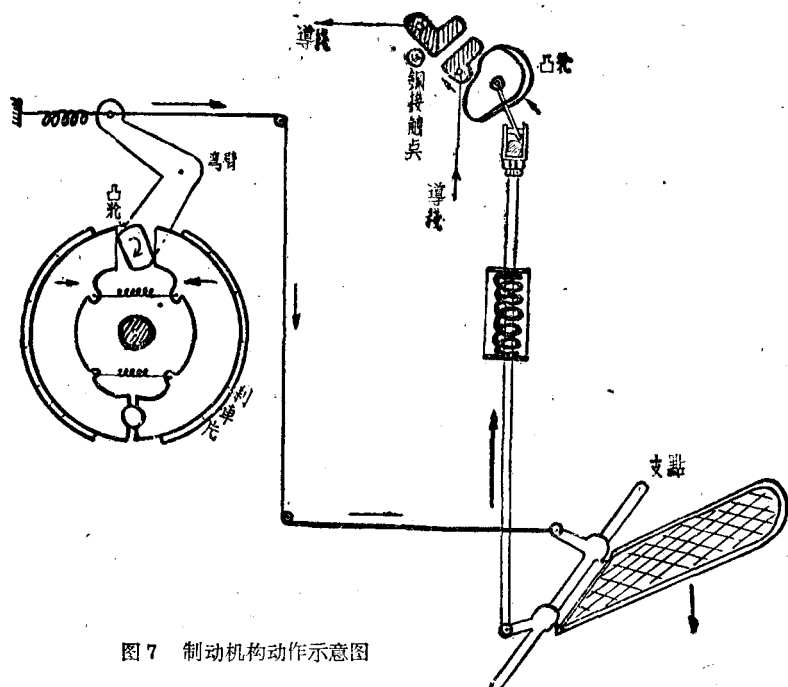

图7 制动机构动作示意图
电平车的制动设备是包括机械制动和电气制动两部分联合组成的，由驾驶员用右足来控制，它的机构和动作原理可从图7中清楚看出。
当车辆停止时，踏脚板就松开向上（如图7所示），这时装在电
当驾驶员踏下脚踏板时(图7中用箭号表示)，于是通到电动机刹车盘去的拉线就克服弹簧的力，将弯臂向右拉动，于是里面的凸轮也随着转动，二边的刹车片在里面弹簧的拉力作用下，向里边收缩，于是刹车就松开；另一方面，装在控制箱内的横杆也向上顶动凸轮，将接触片④闭合，于是接通了电路，使电动机开始转动。很明显，这两个制动机构是同时动作的，因此就增加了制动的效果和安全。